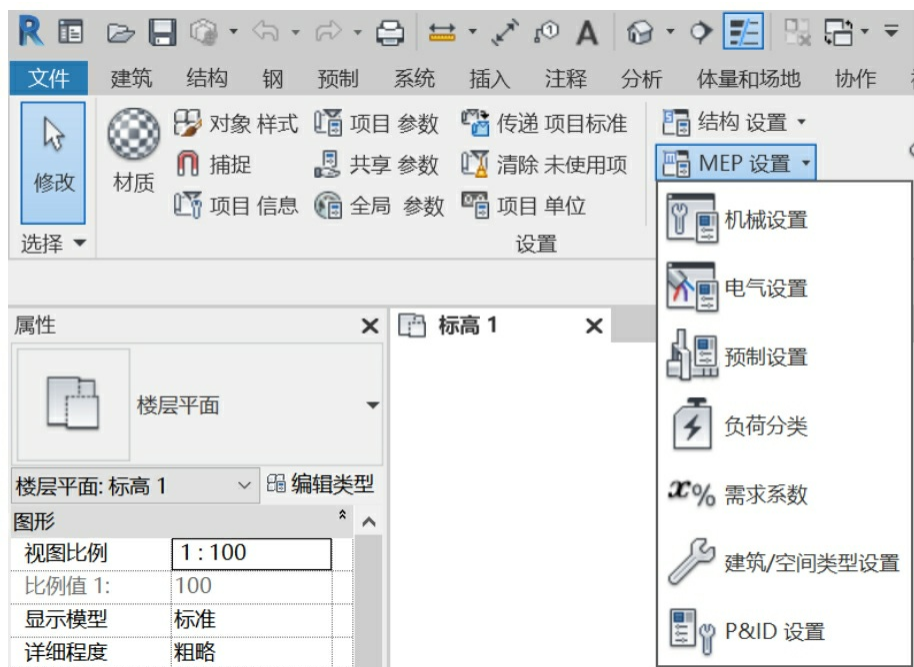

图3-1
- 单击“管理”选项卡>“设置”>“MEP设置”>“机械设置”，如图3-1所示。